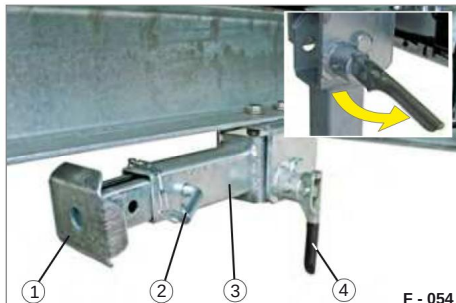

Fig. 38 Apertura del supporto pieghevole
► Tirare il fermo a molla (Fig. 38/4).
Il supporto pieghevole (Fig. 38/3) è sbloccato.
► Rilasciare il fermo a molla (Fig. 38/4).